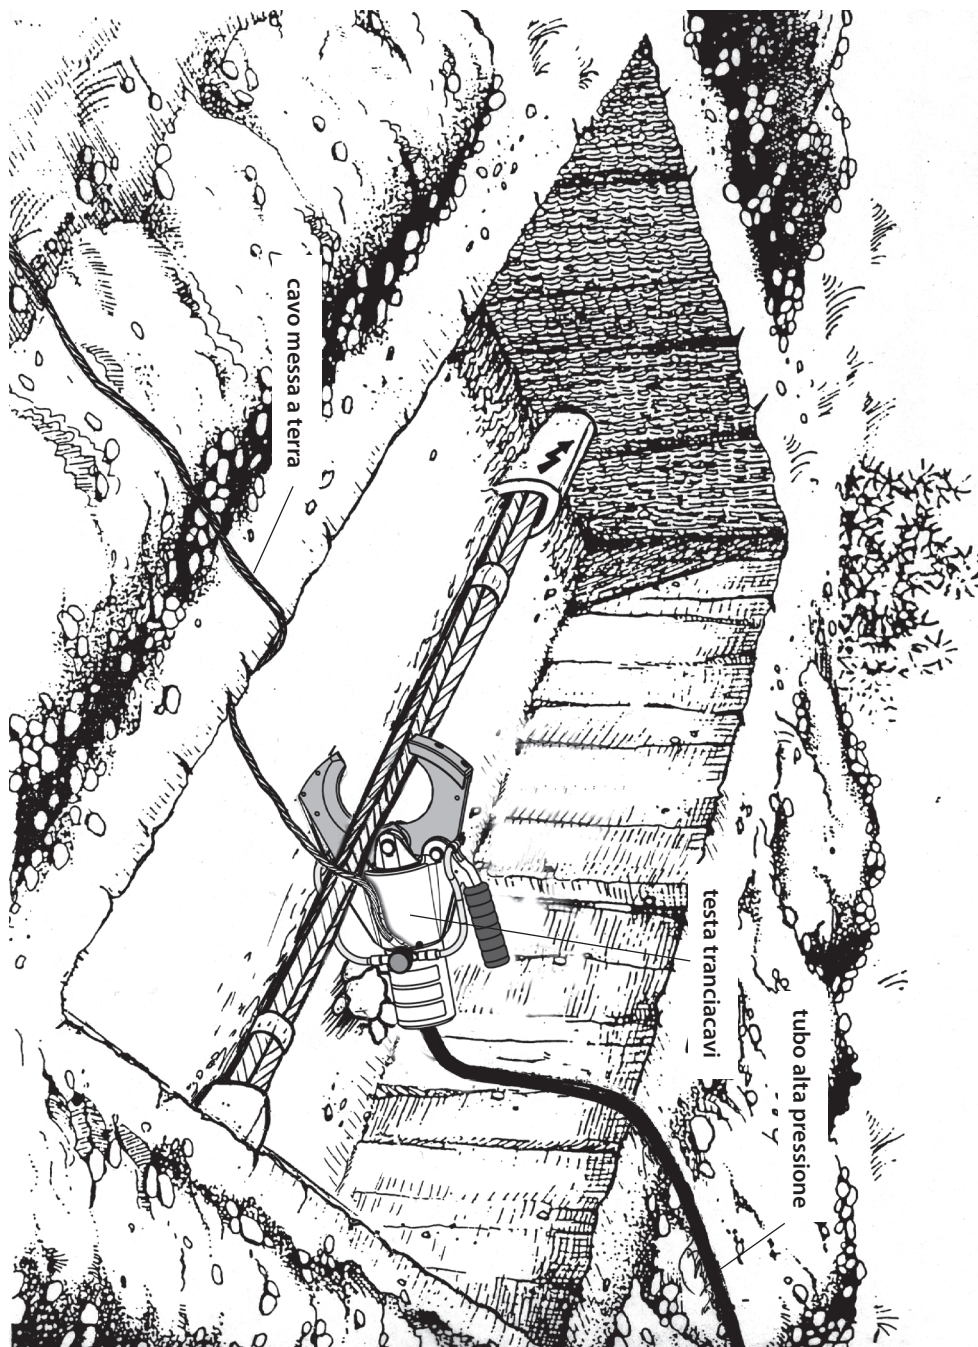

FIG. 2 POSIZIONAMENTO DELLA TESTA
- Svolgere il tubo flessibile alta pressione (A) per tutta la sua lunghezza in modo da portarsi alla distanza di sicurezza.
- Assicurarsi che gli innesti rapidi (B) siano bloccati a fondo.
- Posizionare saldamente la testa del tranciacavi (C) sul cavo da esplorare in modo tale che le lame risultino ortogonali all'asse del cavo (vedi Fig. 2).